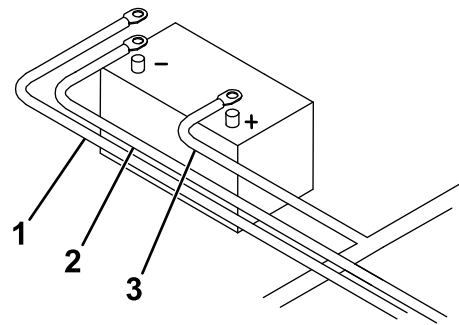

Figure 16
13. Reliez le câble d'alimentation/de masse noir à la borne négative (-) de la batterie (Figure 16).
14. Reliez le fil marron doté d'un grand connecteur à œillet entre le faisceau de câblage et la borne négative (-) de la batterie (Figure 16).
15. Branchez l'extrémité libre du câble de batterie à la borne positive (+) de la batterie (Figure 16).